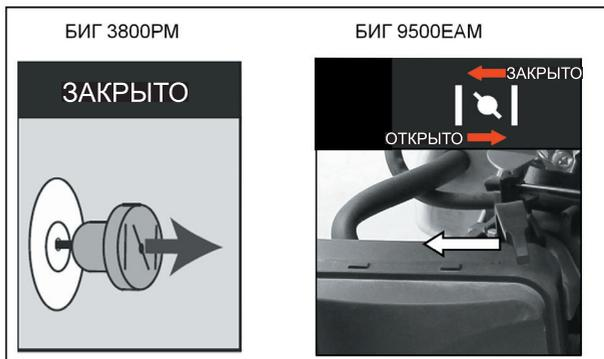

Рис. 11
2. Рычаг привода воздушной заслонки переведите в положение «Закрыто» (рис. 11).